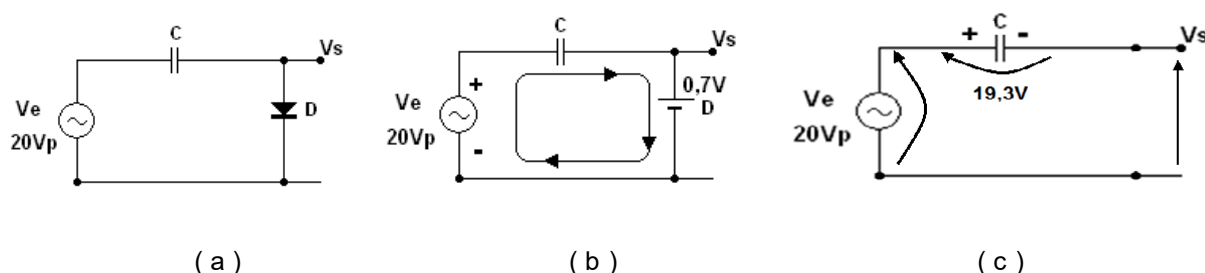
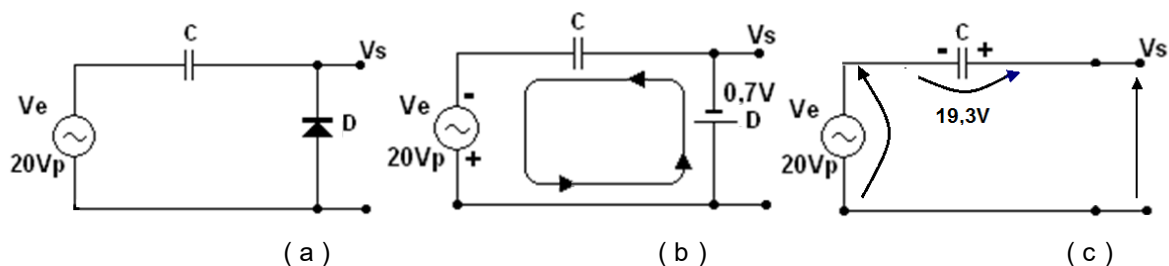

Figura 2.25: Grampeador negativo de polarização (a) circuito (b) diodo conduzindo (c) diodo cortado
Figura 2.27: Grampeador positivo sem polarização (a) circuito (b) diodo conduzindo (c) diodo cortado
No circuito da figura 2.25 no semi ciclo positivo da tensão de entrada o diodo conduz carregando o capacitor até $V_p - 0,7 \text{ V}$, com a polaridade indicada, onde V_p é o valor de pico da tensão de entrada. Após o capacitor se carregar o diodo corta, e se não houver carga o capacitor mantém a tensão de $V_p - 0,7 \text{ V}$. Considere que a tensão de entrada é senoidal e de 20 V_p .
Invertendo o diodo no circuito da figura 2.25 é obtido um grampeador que na saída tem um valor médio positivo, figura 2.27. Para efeitos de cálculos considere que a entrada é senoidal de 20 V_p . O diodo conduz no semi ciclo negativo da entrada
Após o diodo cortar a relação entre as três tensões é: $V_s = V_e + V_c = 20 \cdot \sin \omega t + 19,3 \text{ (V)}$. A representação gráfica é mostrada na figura 2.27.